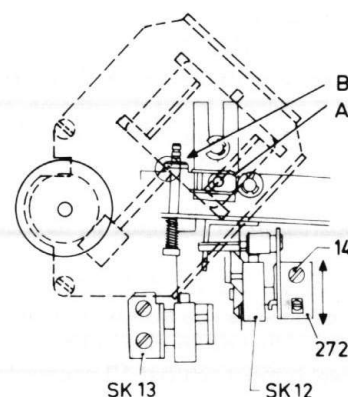

Fig. III-14
- Controleer of tijdens de uitrijprocedure SK12 dan omschakelt als de veer A (zie fig. III-14) gespannen wordt.
- Controleer of tijdens de inrijprocedure SK13 dan omschakelt als de veer A (zie fig. III-14) gespannen wordt.